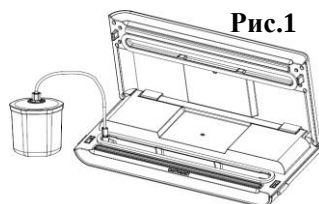

Рис.1
3. Відкрийте кришку апарата. Приєднайте один кінець шланга до отвору для висмоктування повітря, що розташований в області вакуумної камери, а інший — до отвору в центрі кришки контейнера. Ручку на кришці контейнера має бути встановлено в положення «SEAL» («Закрито») — Рис. 1 і 2.